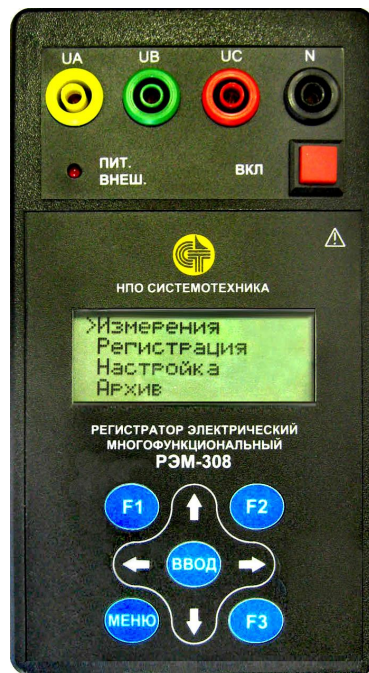

Рис.5. Внешний вид электронного блока
Внешний вид регистратора представлен на рис.4. Внешний вид электронного блока представлен на рис.5.
2.2.1.1. Включите питание электронного блока. Здесь и далее для включения питания электронного блока нажмите кнопку «ВКЛ» на лицевой панели электронного блока (см. рис. 5).